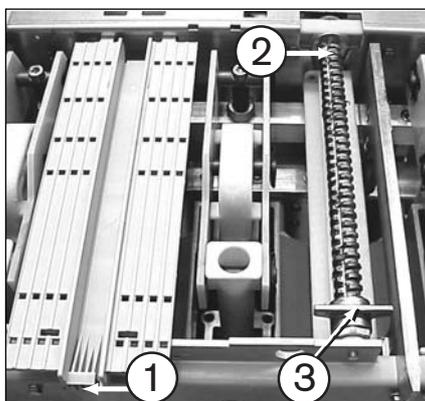

Рис. 16
- Кодировка (факультативная) силового выключателя и ячейки должна соответствовать (рис. 16).
- Проверить механические блокировки между HVX-E и ячейкой (рис. 16). Проверить позиционную сигнализацию.